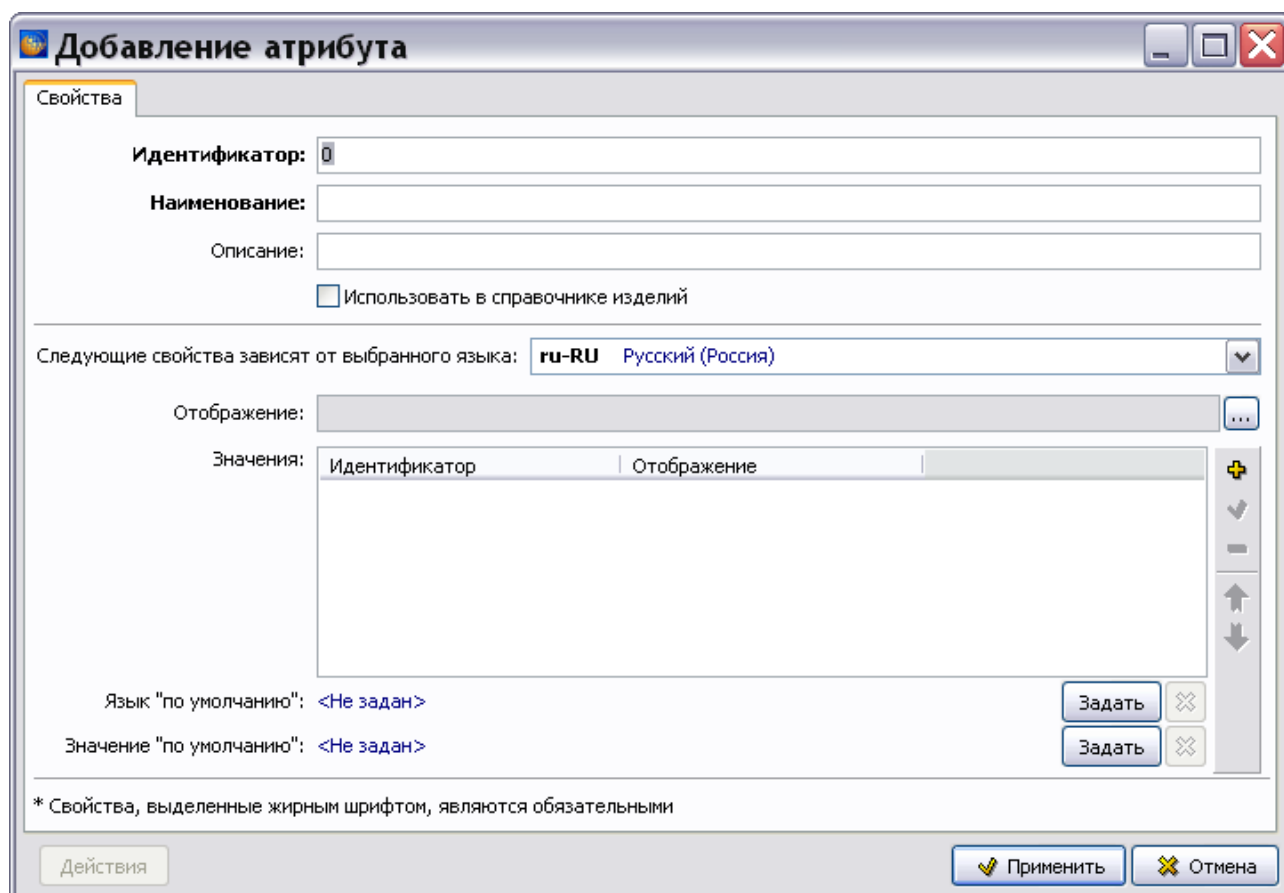

Рис. 22.4
2. Для добавления атрибута нажмите на кнопку **Добавить атрибут (INS)**  (или в контекстном меню выберите команду **Добавить**). При этом появится диалоговое окно **Добавление атрибута** (Рис. 22.4).